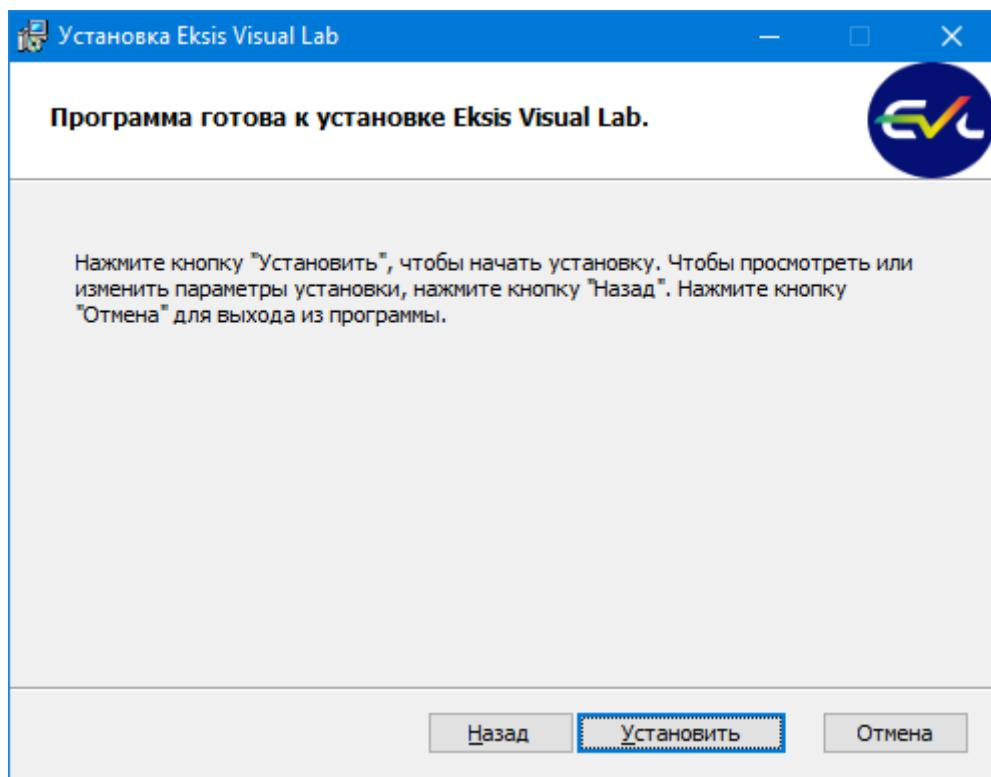

Рис. 2.5. Подтверждение указанных настроек установки программы
- Подтверждение указанных настроек (рис. 2.5). При необходимости можно вернуться на предыдущие этапы и изменить настройки установки. Нажатие кнопки «Установить» выполняет непосредственную установку программы на компьютер.